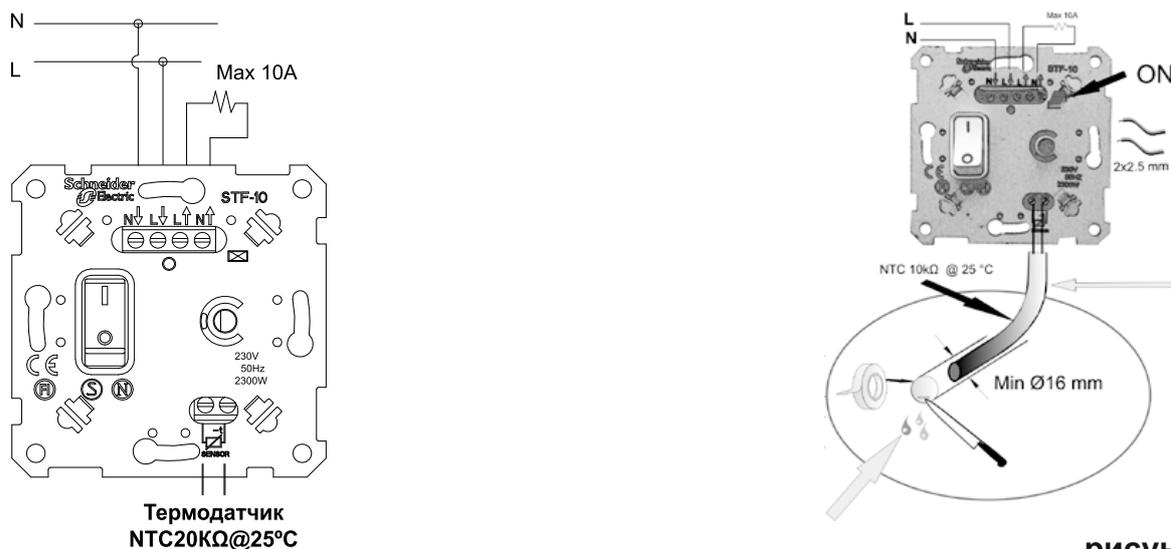

рисунок 1
4.2. Подсоединить провода согласно схеме подключения (см рис.1).